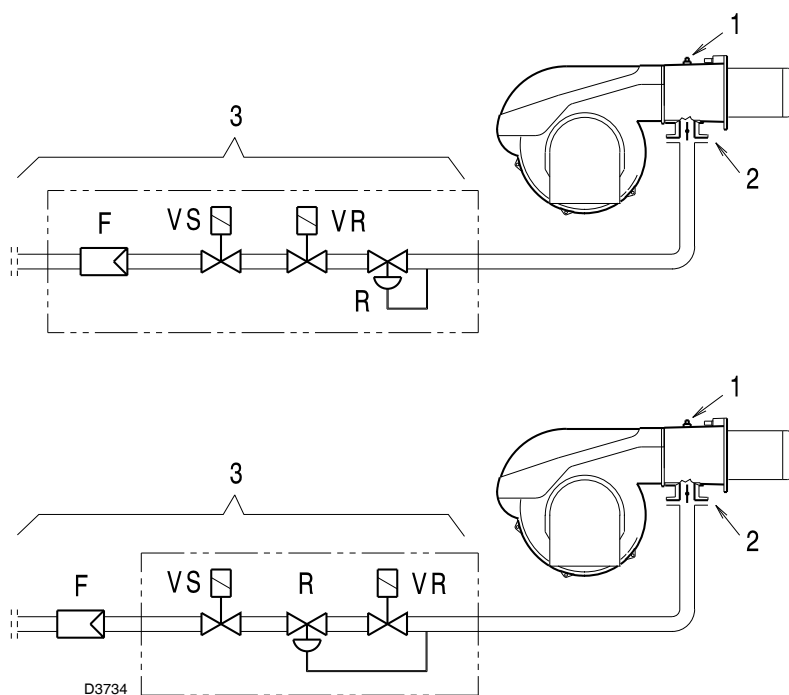

Fig. 40
Pression du gaz mesurée à la prise 1) (Fig. 40), avec :
Perte de charge du papillon gaz 2) (Fig. 40) avec ouverture maximale: 90°.
Perte de charge de la rampe 3) (Fig. 40) comprenant :
- Soustraire la pression dans la chambre de combustion de la pression du gaz à la prise 1)(Fig. 40).
- Pression du gaz à la prise 1)(Fig. 40) = 8 mbar
Par contre, pour connaître la pression de gaz nécessaire à la prise 1)(Fig.40), après avoir fixé la puissance maximale de fonctionnement du brûleur:
- Lire la pression à la prise 1)(Fig. 40) sur la droite, colonne 1.
pression nécessaire à la prise 1) (Fig. 40).